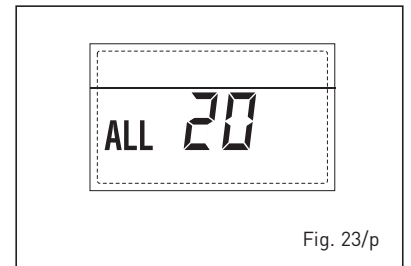

Fig. 23/p
**- ANOMALÍA AVERÍA SONDA IMPULSIÓN PRIMERA ZONA MEZCLADA "ALL 21" (fig. 23/q)**